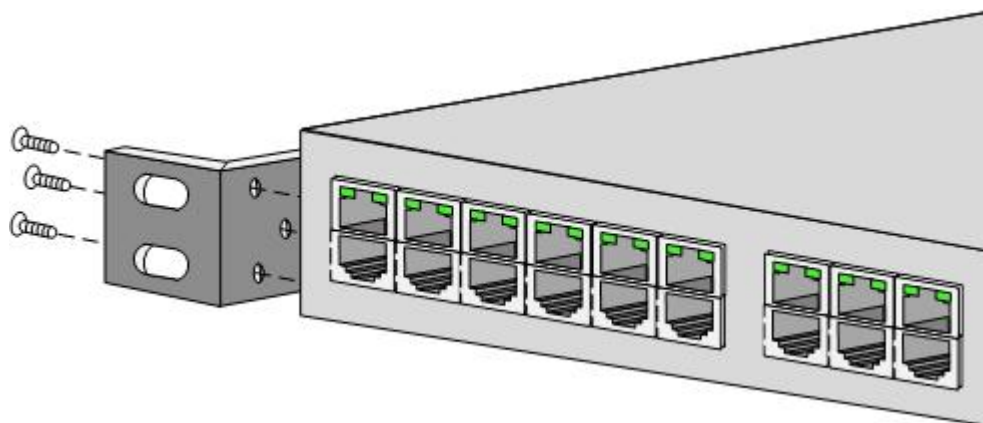

图 2-1
**步骤 2** 安装设备双侧挂耳，并用螺钉固定，图 2-1 所示为安装单侧挂耳，另一侧安装同理。